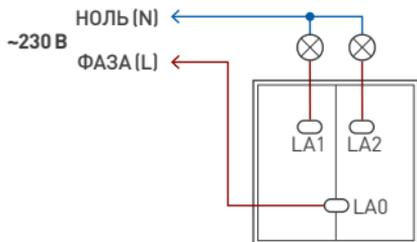
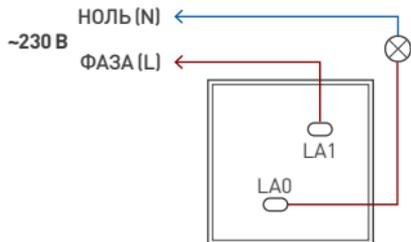
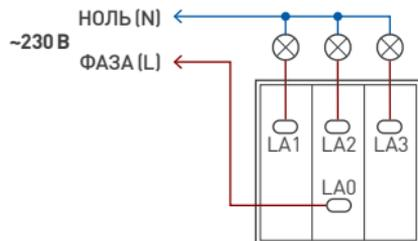

Рис. 1. Схема подключения двухклавишного выключателя
Рис. 2. Схема подключения одноклавишного выключателя
Рис. 3. Схема подключения трехклавишного выключателя
- 3.3. Присоедините выключатель к обесточенной сети AC 230 В. Соблюдайте маркировку проводов при подключении: L (фаза) — коричневый, N (нейтраль) — синий (Рис. 1, Рис. 2 и Рис. 3).